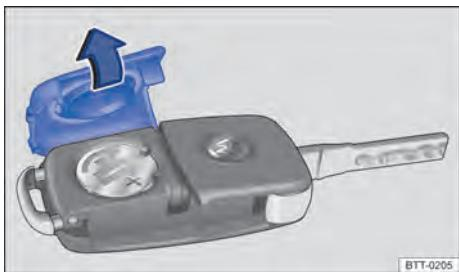

Fig. 24 Chave do veículo: abrir a cobertura do alojamento da bateria.
- Retirar a cobertura no lado posterior da chave do veículo \Rightarrow Fig. 24 no sentido da seta \Rightarrow ①.
- Posicionar a cobertura conforme indicado \Rightarrow Fig. 24 e pressionar no sentido contrário ao da seta sobre a carcaça da chave do veículo até encaixar.